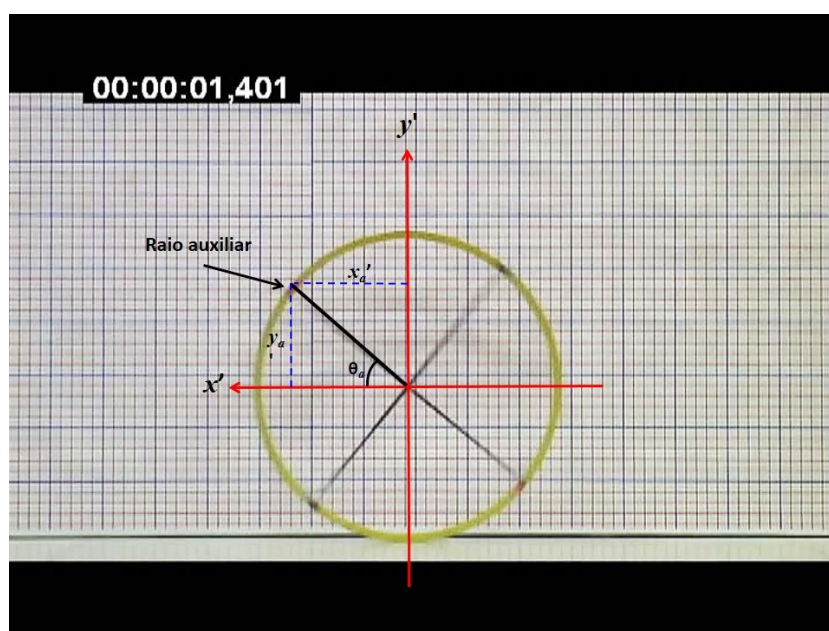

Figura 3: Projeções do raio auxiliar x'_a e y'_a nos eixos x' e y' , respectivamente.
- O ângulo θ_a entre o Raio auxiliar e o eixo x' pode ser obtido a partir da projeção ortogonal do raio auxiliar, usando as linhas quadriculadas do painel ao fundo, veja figura 3, dado que:
A figura 3 destaca a relação entre θ_a e o número de quadradinhos em cada projeção x' - y' do raio auxiliar.